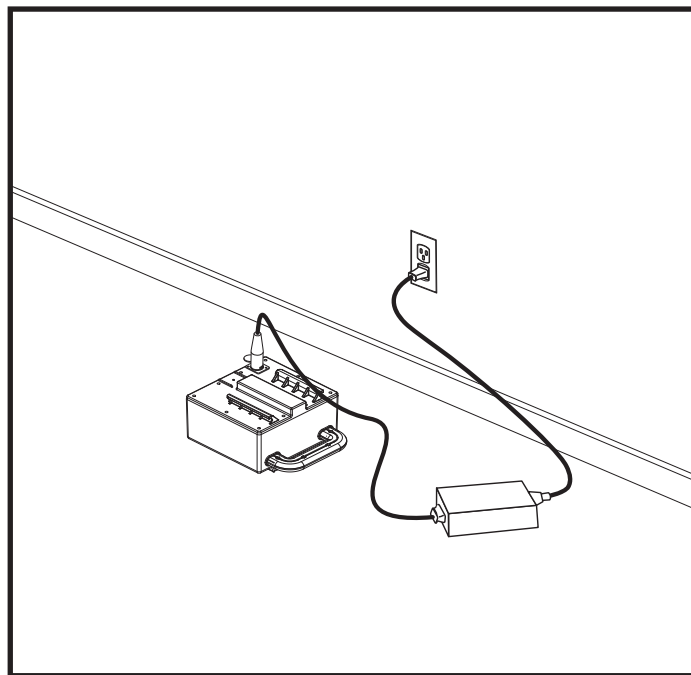

Figure 14. Charge de la batterie avec le boîtier de batterie
2. Placez le boîtier près d'une prise de courant ordinaire. **Voir la figure 14.**